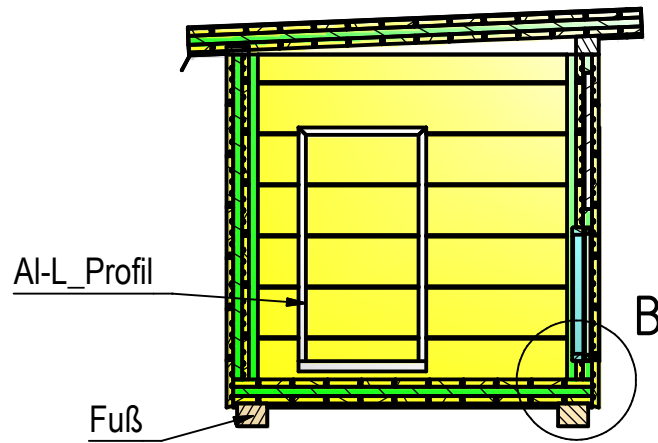
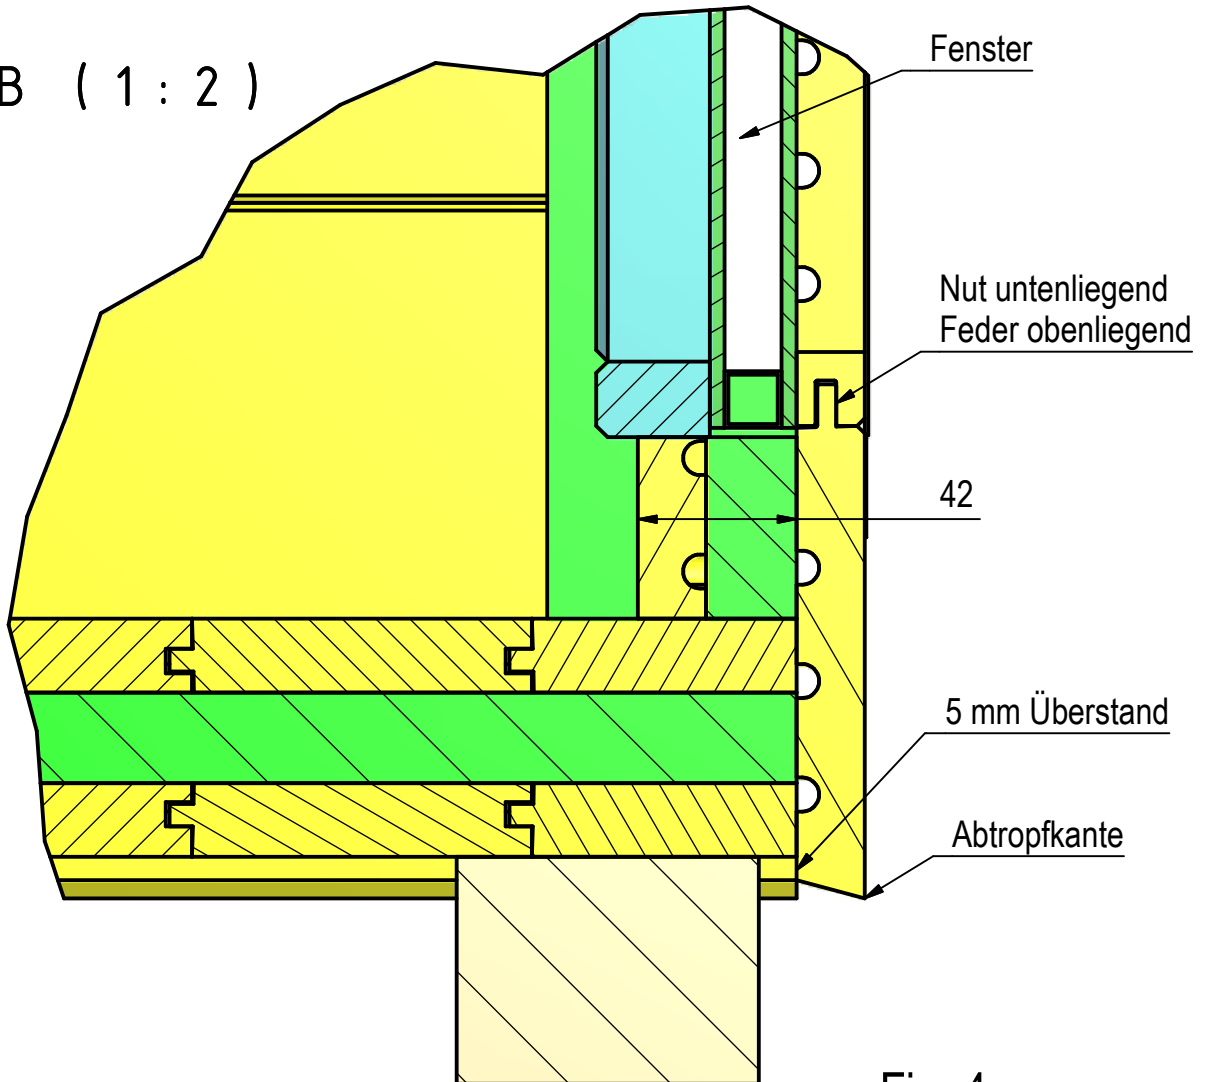

Fig. 3
Fig. 4
Ein Querschnitt der Hundehütte durch das Fenster entsprechend **Fig. 3** offenbart eine Dachschräge von etwa 5% und eine Aufstellung der Hütte auf insgesamt 6 Füßen. Alle Wände, der Boden und das Dach sind in Sandwichbauweise erstellt. Das Fenster ist als Doppelglasfenster ausgeführt. An den Kanten des Durchgangs zwischen dem Vorraum und dem Aufenthaltsraum ist das Al-L-Profil als Beißschutz erkennbar.
**Fig. 4** zeigt ein Detail der Fig. 3. Die Fasettbretter der Wände sind mit den Uni-Allzweckschrauben 4 x 40 so verbaut, dass jeweils die Nuten unten liegen. Bei den äußeren, unten liegenden Fasettbrettern sind die Nuten mit einem Schrägschnitt entfernt, so dass sich Abtropfkanten ergeben. Diese breiten Fasettbretter am unteren Rand der Außenwände überdecken den Boden um 5-10 mm. Die Wände sitzen zu etwa zwei Dritteln der Wandstärke (42 mm) auf dem Boden auf.
- Fig. 3, 4: Hundehütte, Querschnitt